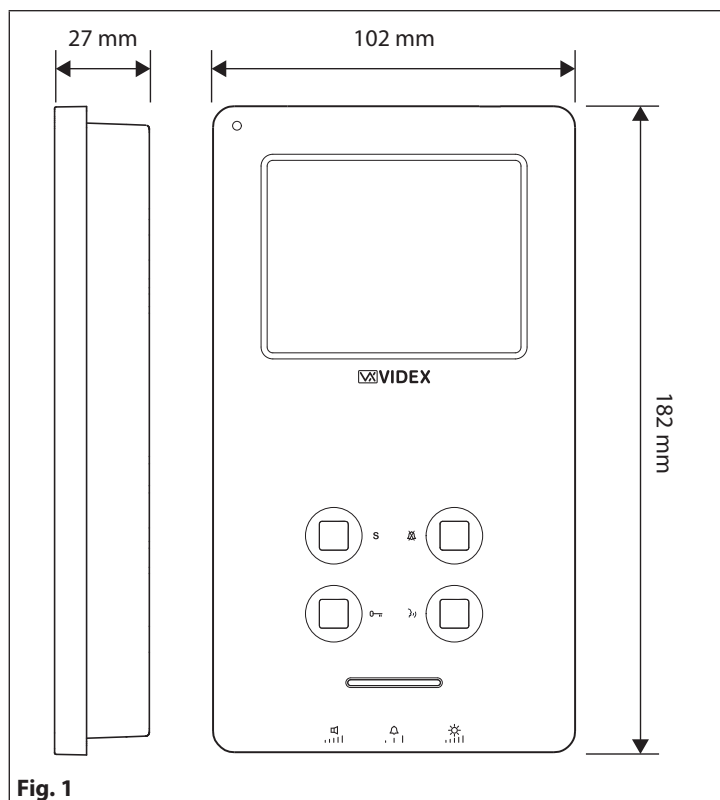

Fig. 1
1. Per installare il videocitofono è necessario aprirlo separando la base dal coperchio che ospita tutta l'elettronica dello stesso: inserire la punta di un giravite piatto da 5,5mm nella clip (A) dopodiché ruotare in senso orario fino a che non si udirà un "CLICK!". Ripetere la stessa operazione con l'altra clip come mostrato in **Fig. 1**.